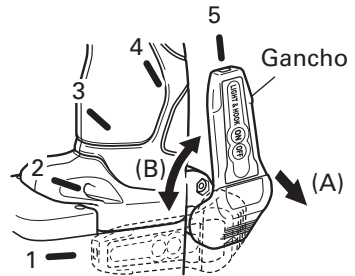

Fig. 5
(1) Operación del gancho
- (a) Extraiga el gancho hacia sí en la dirección de la flecha (A) y gírelo en la dirección de la flecha (B). (Fig. 5)